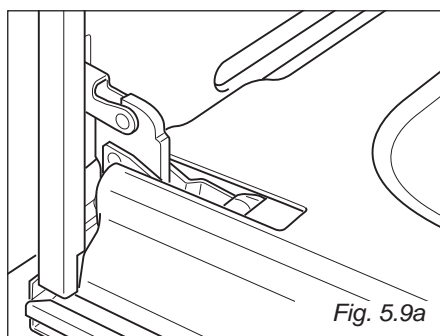

Fig. 5.9a
- Abra la puerta completamente (fig. 5.9a).